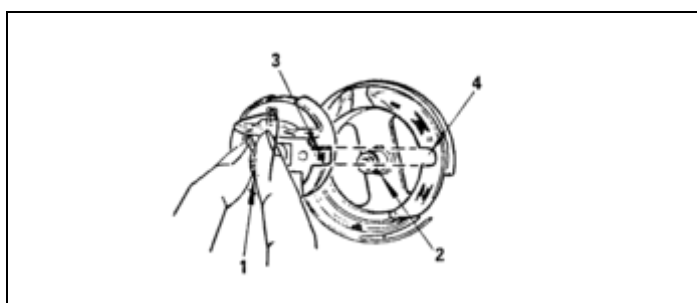

Fig. 12
11. COLOCAÇÃO DA CAIXA DA BOBINA (Fig. 12)